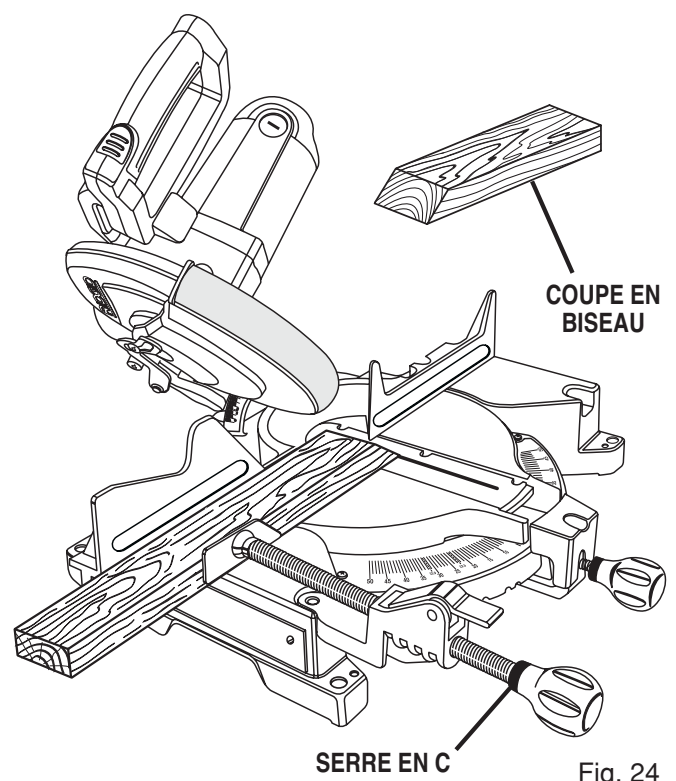

Fig. 24
- Tenez la pièce fermement à l'aide d'une main et retenez-la bien contre le guide. Utilisez l'étau en option ou une serre en C pour fixer la pièce tant que possible. *Voir figure 24.*